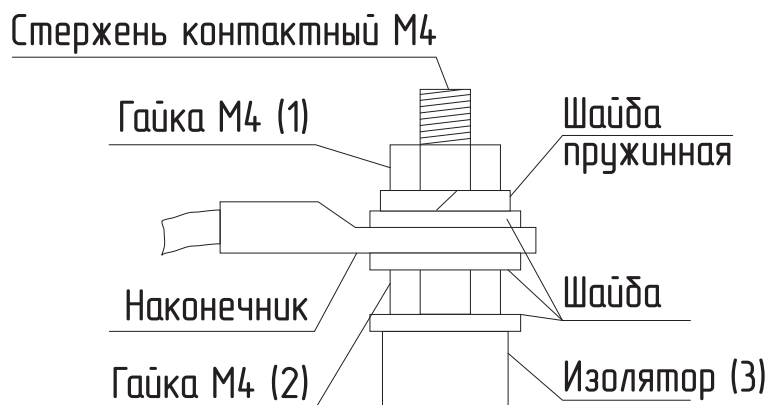

Рис. 14 Присоединение проводов к выводам блок ТЭН
- Гаек на контактных стержнях ТЭН с усилием 1,8 Нм (см. **Рис. 14**);
- При замене блока ТЭН присоединение фазных проводов к выводам блока ТЭН производить согласно **Рис. 14**. Сечение кабеля указано в **Табл. 2, Табл. 3**;
- Провод нейтрали N подключить на перемычку блока ТЭН (**Рис. 14**).